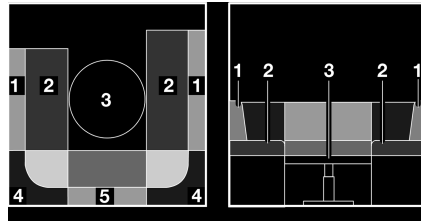
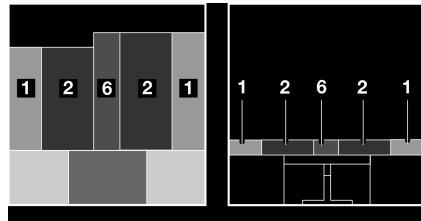

Fig. 72 Pendant la transformation
Fig. 73 Après la transformation
- Retirer les coussins de dossier (Fig. 72,1, 4 et 5).
- Tirer les coussins d'assise (Fig. 73,2) vers le centre.
- Placer les coussins de dossier (Fig. 73,1) entre les coussins d'assise (Fig. 73,2) et la paroi extérieure.
- Placer le coussin supplémentaire (Fig. 73,6) entre les coussins d'assise (Fig. 73,2) sur la table (Fig. 72,3).